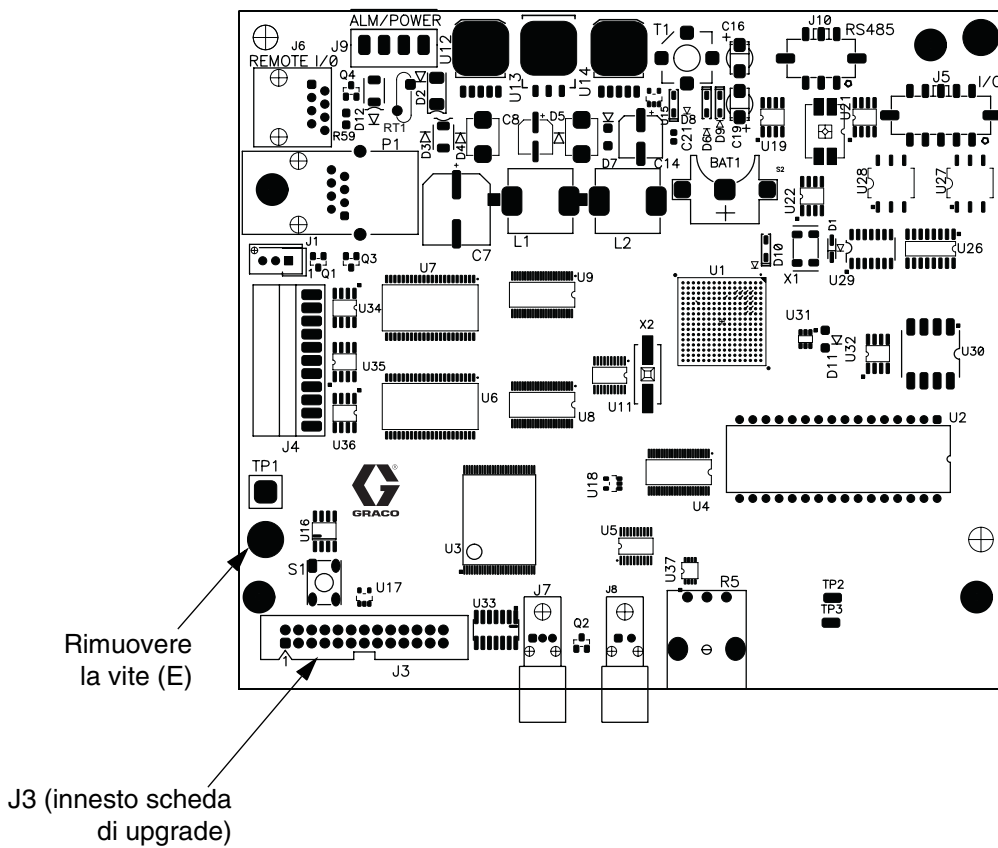

FIG. 5. 255767 Connettori scheda display
3. Localizzare la scheda del display (C). FIG. 5.
4. Rimuovere una vite (E) ed estrarre la scheda del tasto automatico esistente del ProMix 2KS dal gruppo della scheda del display. FIG. 5.
5. Allineare il connettore J4 sul lato inferiore della nuova scheda di upgrade (UB) del ProMix 3KS con J3 sulla scheda del display. Premerli insieme. FIG. 5.
6. Fissare la scheda di upgrade (UB) del ProMix 3KS con la vite (E).